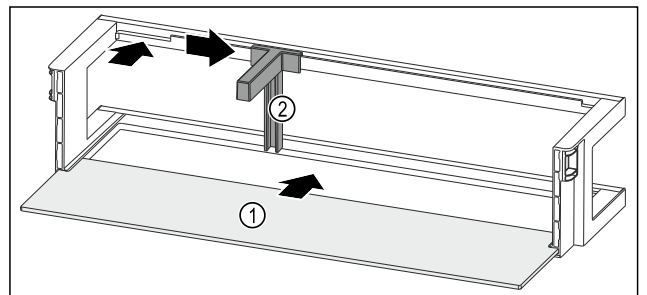

Fig. 96 带搁板的门边存放架
- ▶ 将搁板 Fig. 96 (1)推入侧面凹槽。
- ▶ 将瓶托 Fig. 96 (2)装入槽中。
- ▶ 将瓶托 Fig. 96 (2)推至一侧的所需位置。